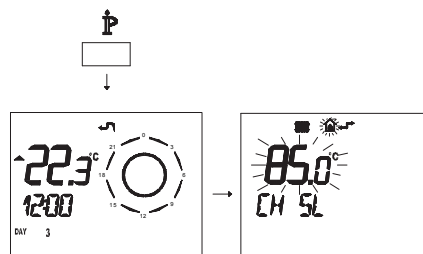

Figura 5.19
- Premere per più di 3 secondi il pulsante **P** per entrare in modalità **INFO** (Figura 5.19).